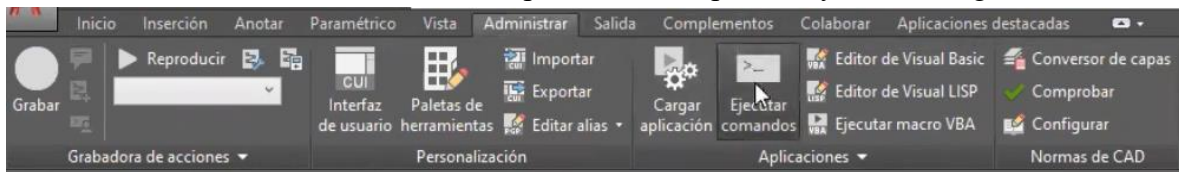

Figura 312. Menú.
14. Abrir un dibujo nuevo de AutoCAD y en menú Administrar, seleccionar la opción “Ejecutar comandos”. Buscar el archivo correspondiente a la práctica y abrirlo. Figura 312.